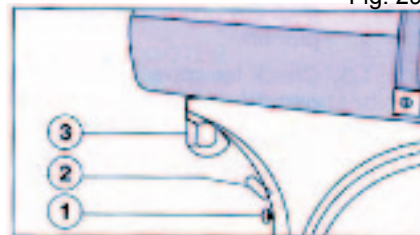

Fig. 30
**6.3 Pomello arricchitore (Fig. 30):**